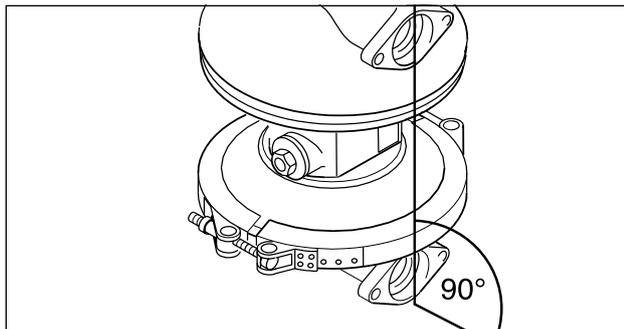
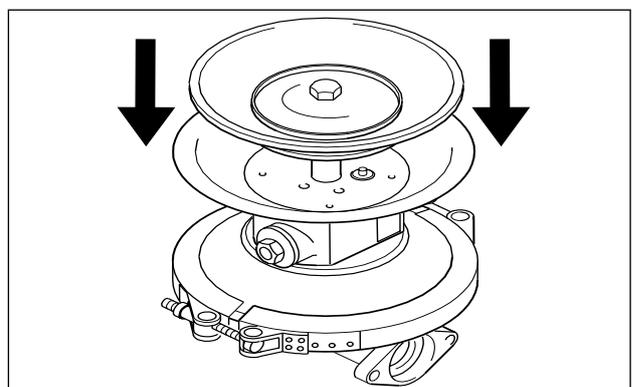

Fig. 7: Allineamento delle camere
Fig. 15: Montaggio della seconda camera
- Assemblaggio della camera pompa: Montaggio del diaframma, fissaggio mediante serraggio del disco esterno del diaframma come illustrato al capitolo "Coppie di serraggio", Pagina 48. Le camere pompa devono generalmente essere montate con diaframma in posizione aspirazione (spingere il disco del diaframma nella camera d'aria) (Fig. 15). Serrare a fondo l'espansore o la flangia di montaggio. Montare in modo analogo il secondo diaframma. Le superfici della flangia della scatola della pompa devono essere allineate (Fig. 7).